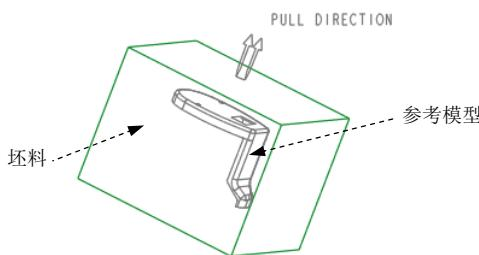

图 26.2 参考模型和坯料
在开始设计一个模具前，应先创建一个“模具模型”，模具模型包括图 26.2 所示的参考模型和坯料。
Step6. 单击“布局”对话框中的 预览 按钮，定义后的拖动方向如图 26.2 所示。